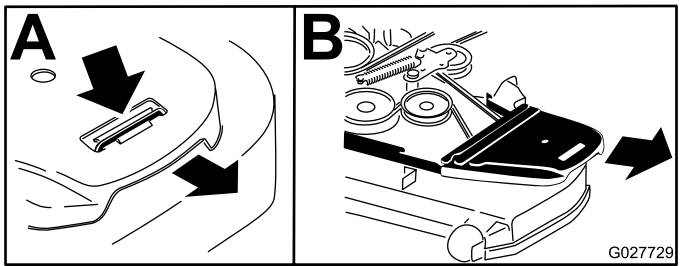

Figura 57
7. Îndepărtați capacele curelei (Figura 57).